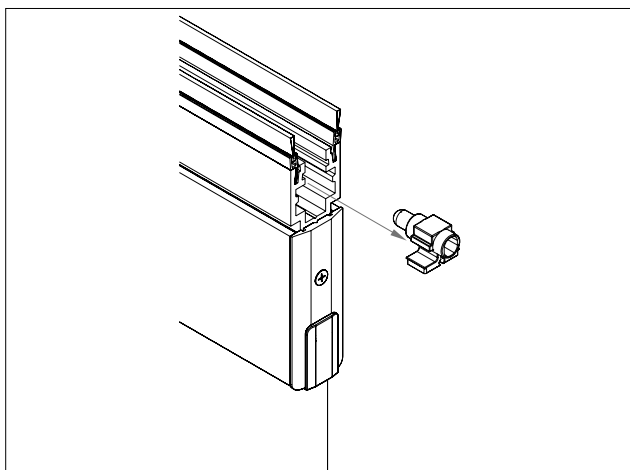

Abb. 33 Kombi-Fixierklotz entfernen
2. Kombi-Fixierklotz entfernen (Abb. 33).